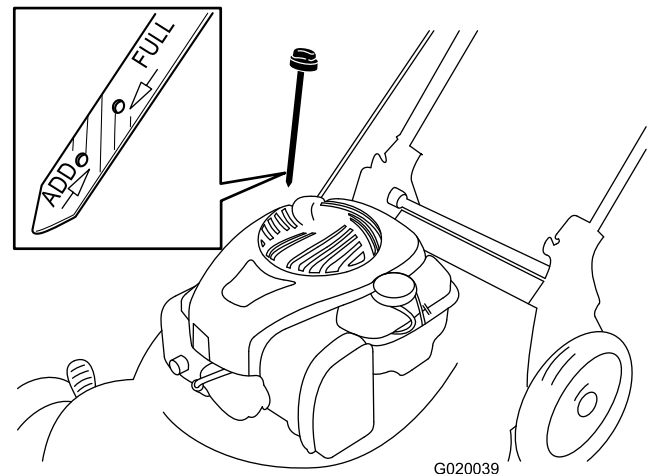

Figura 17
7. Retire la varilla y compruebe el nivel de aceite en la misma (Figura 17).